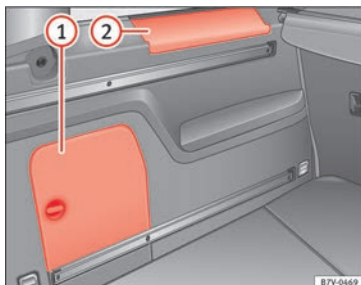

Fig. 186 En el maletero: compartimento portaobjetos lateral.
En el lateral del maletero hay otros compartimentos » **fig. 186** ① y ②. Para abrir el compartimento ①, gire el cierre en el sentido de las agujas del reloj. Para abrir el compartimento ②, levante la cubierta. En el compartimento ① puede encontrarse el **cambiador de CD** montado de fábrica. En la cubierta del compartimento ① pueden guardarse de modo seguro las cubiertas de los soportes de la bandeja.